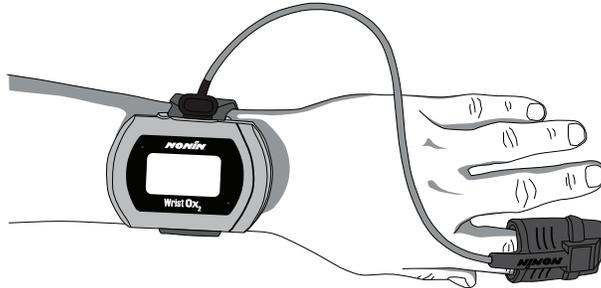

Figure 21: Application du capteur au patient
- Appliquez le capteur au patient (figure 21). Pour les sites d'application appropriés du capteur, les mises en garde et les avertissements concernant le capteur, reportez-vous au mode d'emploi de ce dernier.